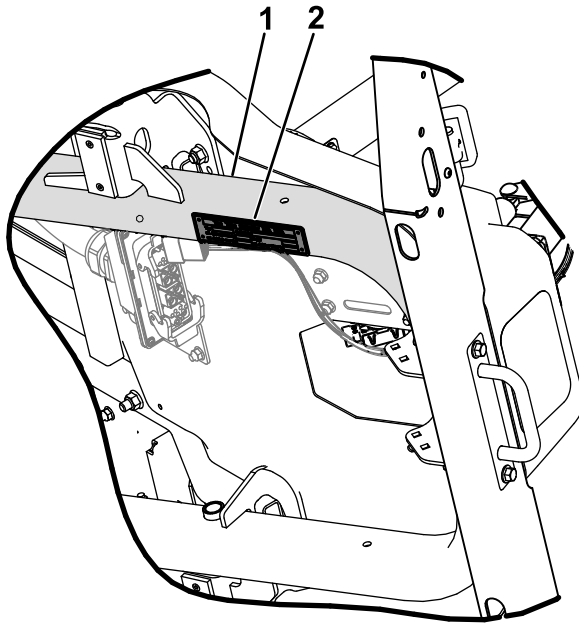

Figura 36
3. Limpie la parte inferior del bastidor y la placa del número de serie con una toallita impregnada con alcohol (Figura 36).